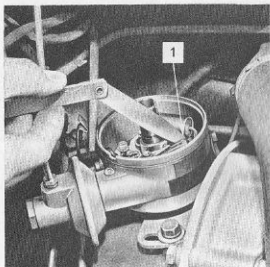

Fig. 45 Kontroll av fördelarens kontaktavstånd
2. Lossa de båda ställskruvarna något. Sätt i en skruvmejsel i ställslitsen och vrid den tills önskat kontaktavstånd uppnåtts. Avståndet skall vara 0,6–0,7 mm. Se fig. 45.